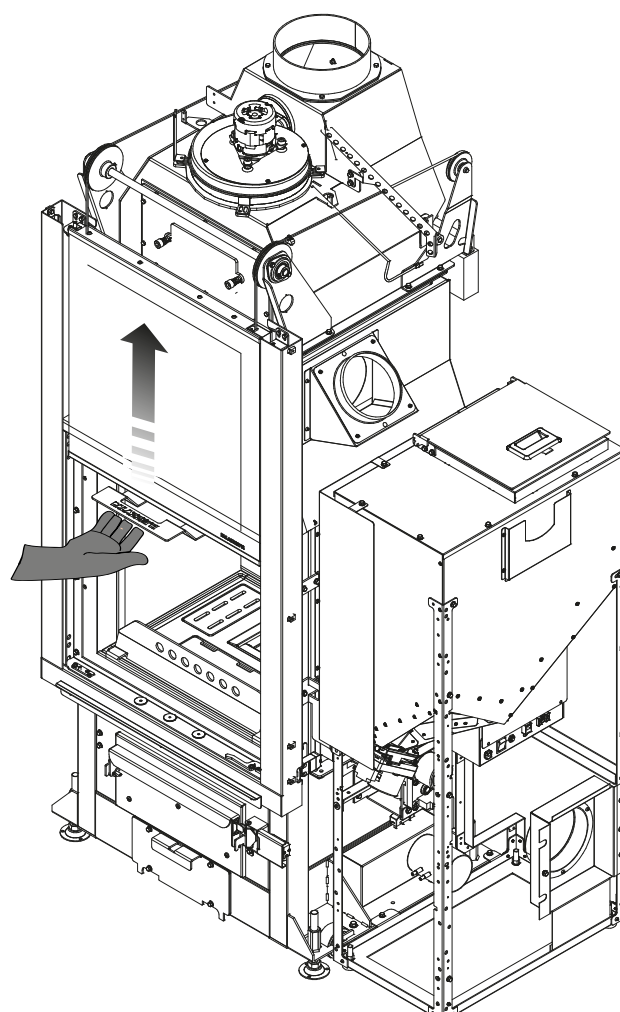

Fig. 3.2
1. utiliser la poignée à disposition et pousser vers le haut (fig. 3.2);